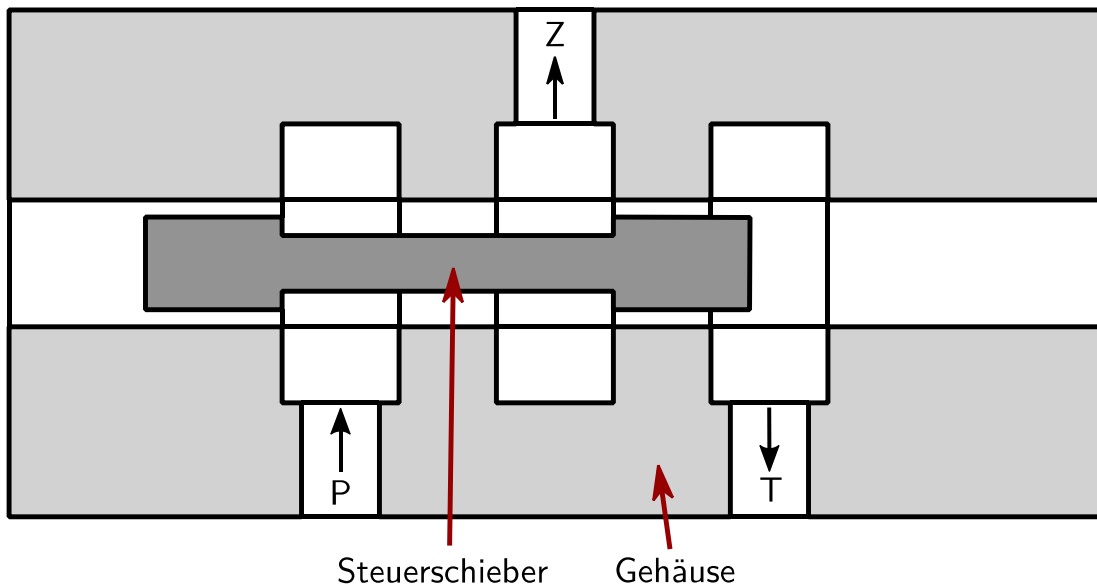

Abbildung 1: Aufbau eines 3/2-Wegeventils
Trotz steigender Konkurrenz durch elektrische Antriebe, ist die Hydraulik für bestimmte Bereiche weiterhin unersetzlich. Eine der zentralen Komponenten in Hydrauliksystemen sind Hydraulikventile zur Steuerung von Aktoren. Abbildung 1 zeigt den schematischen Aufbau eines 3/2-Wegeventils. Je nach Stellung des Steuerschiebers kann das Fluid vom Druckbehälter (Anschluss P) in den Zylinder (Z) strömen oder vom Zylinder in den Tank (T) zurückfließen.